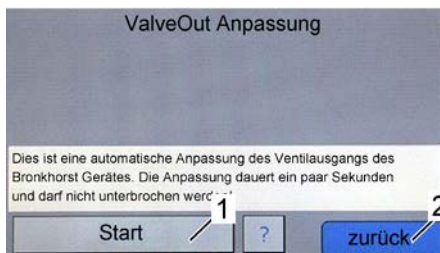

Abb. 109: Menü ValveOut Anpassung
⇒ Es erscheint das Menü **ValveOut Anpassung** (Abb. 109).
- Die Schaltfläche "Start" (Abb. 109/1) betätigen, um die Stellgröße (Ventilausgang) eines angeschlossenen BHT-Instruments automatisch anzupassen.
- Die Schaltfläche "zurück" betätigen (Abb. 109/2).